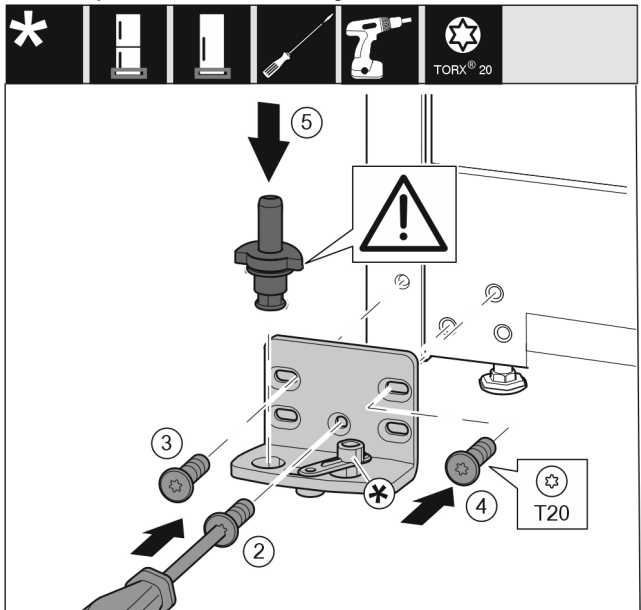

Fig. 14
- Vendosni bazamentin mbështetës në anën tjetër dhe mbërtheni me ndihmën e një kaçavidë T20. Filloni me vidën 2 poshtë në mes. *Fig. 14 (2)*
- Mbërtheni fort vidën 3 dhe 4. *Fig. 14 (3,4)*
- Vendosni komplet në vend bazamentin mbështetës. Këtu bëni kujdes që gungat e kapjes të jetë të kthyer nga poshtë. *Fig. 14 (5)*